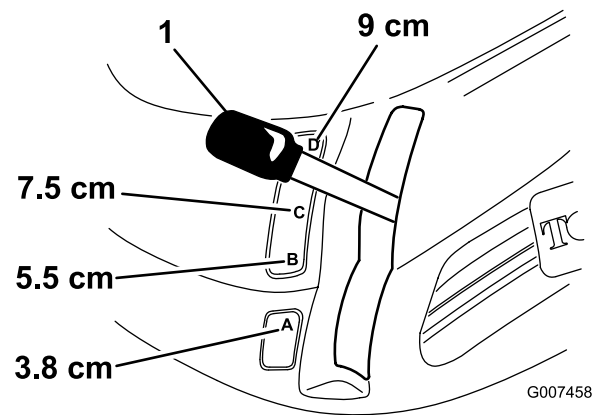

Figure 8
- 2. Tirez le levier de hauteur de coupe et sélectionnez la position souhaitée puis relâchez lentement le levier dans le cran (Figure 8).